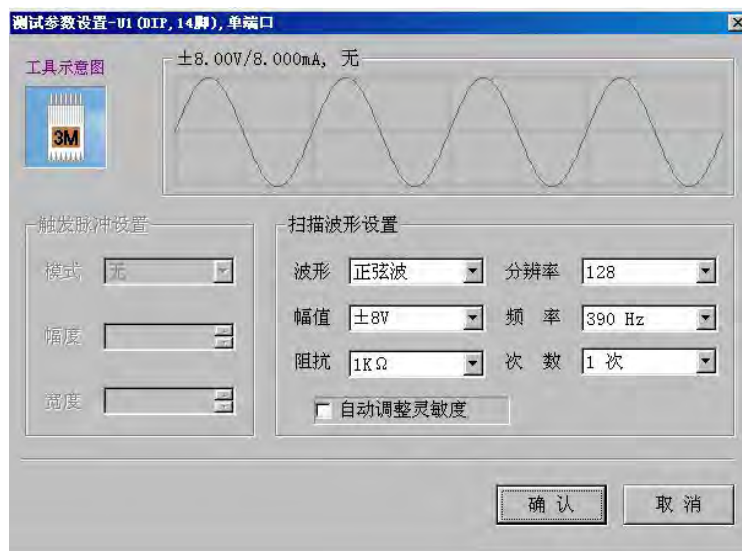
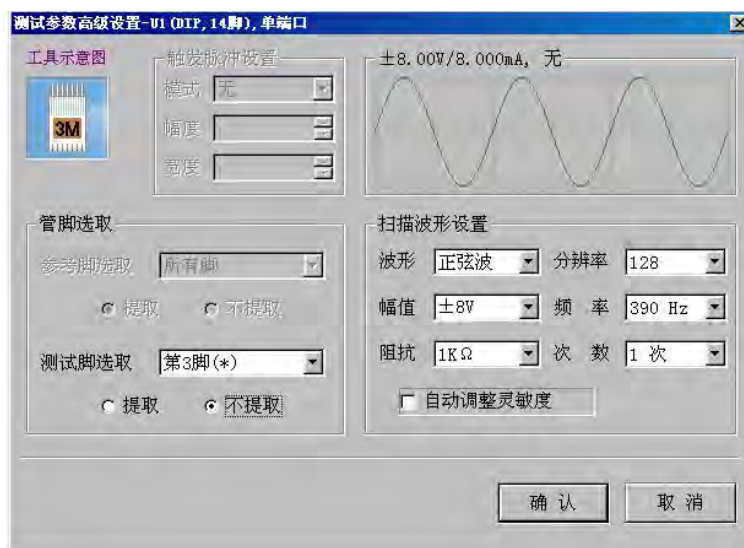
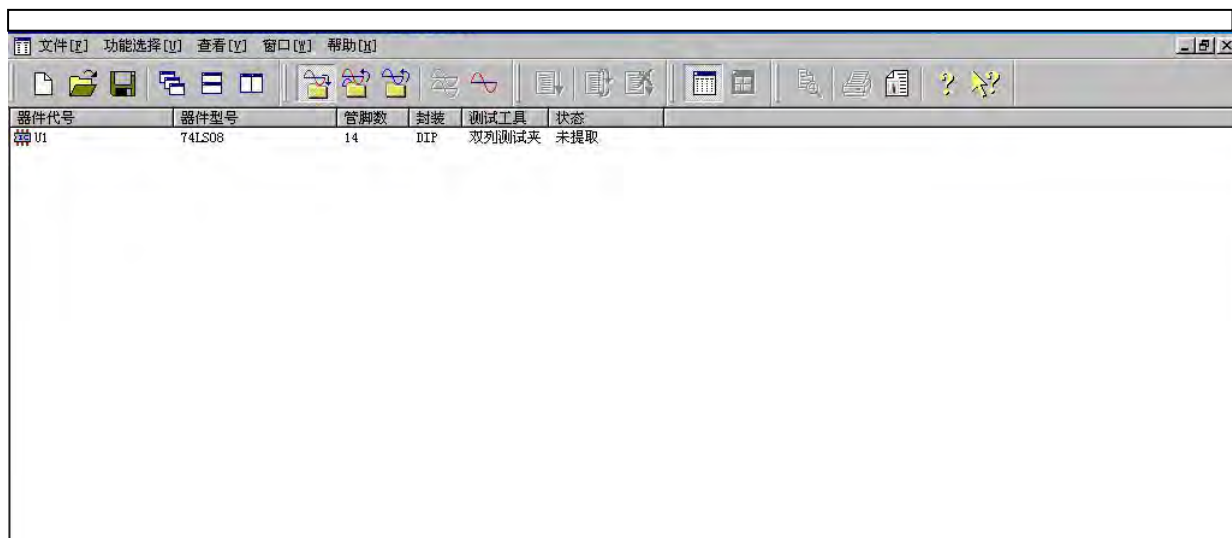
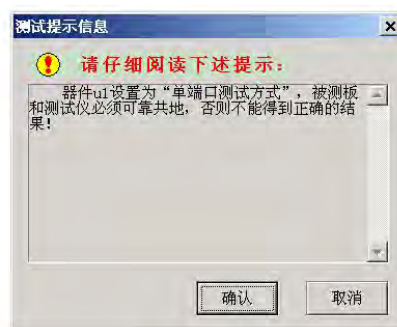

图 4
图 5
图 6
图 8
以上各项正确输入后，如果默认测试参数设置和高级设置，点击确认后，系统将根据添加新器件[A]、添加新器件并立即建库[L] 进行不同的操作。添加新器件[A]选项进入图 6；添加新器件并立即建库[L]选项直接进入图 8。
当按图 4 选择完毕后，点击确认按钮，返回图 3。如果默认高级设置，在图 3 点击确认后，系统将根据添加新器件[A]、添加新器件并立即建库[L] 进行不同的操作。添加新器件[A]选项进入图 6；添加新器件并立即建库[L]选项直接进入图 8。
如果还需要高级设置，点击“高级设置”按钮，则进入“测试参数高级设置”对话框（如图 5）。图 5 与图 4 相比，除“管脚选取”和“测试脚选取”部分不同外，其它完全相同。
以上设置、定义完毕后，点“确认”按钮操作将返回图 3。在图 3 点“确认”按钮操作后，系统将根据添加新器件[A]、添加新器件并立即建库[L] 进行不同的操作。添加新器件[A]选项进入图 6；添加新器件并立即建库[L]选项直接进入图 8。
(1) 若选择的是“添加新器件[A]”，在图 3 点击确认后，进入图 6 器件列表窗口：图 6 和图 1 相比，在空白处多了一行资料，这些参数都是以上所设置的。其中“未提取”表示只是输入了提取 U1 曲线时参数，还没有提取 ASA 曲线。
选择上述两种方法的任意一种后，则出现“提示窗口”（如图 8），当成功提取了 ASA 曲线后，图 6 “未提取”将会变为“全部提取”；
(2) 若选择的是添加新器件并立即建库，将弹出提示窗口图 8，确认后立即开始提取 ASA 曲线；
(3) 若选择的是批量建库，则直接弹出提示窗口图 8，确认后立即开始提取 ASA 曲线；